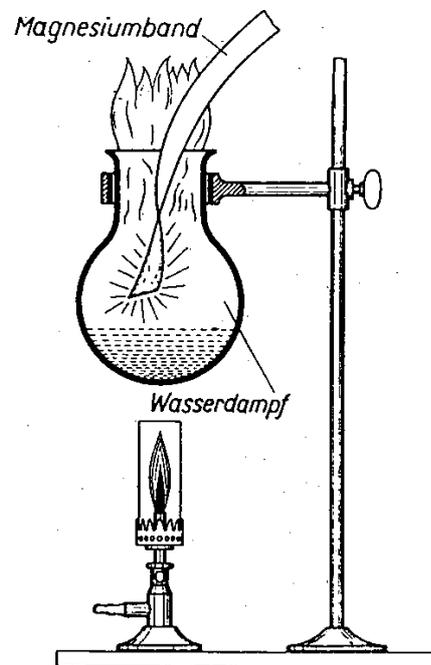

Bild 8. Nachweis des Sauerstoffes im Wasser
b) Wird in den Dampfraum des Glasgefäßes (Bild 8) ein Streifen brennendes Magnesiumband eingeführt, so brennt es im Wasserdampf weiter. Im Wasserdampf ist also der zur Erhaltung der Verbrennung notwendige Sauerstoff vorhanden. Der Sauerstoffanteil des Wasserdampfs wird beim Hineinhalten des brennenden Magnesiums durch die hohe Temperatur der Flamme (mehr als 1000 °C) freigesetzt, ähnlich wie wir es beim Versuch im erhitzten Eisenrohr sahen.